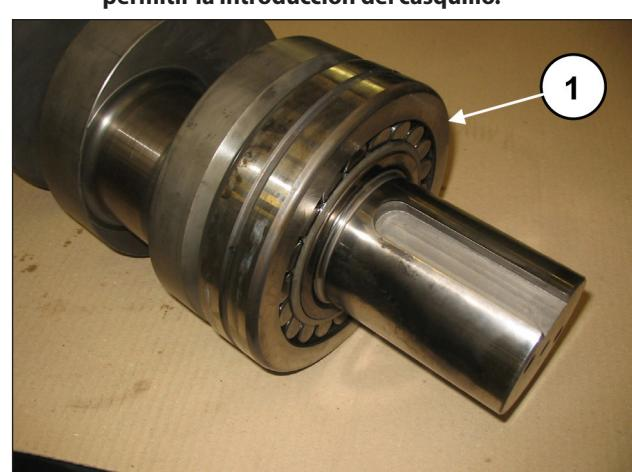
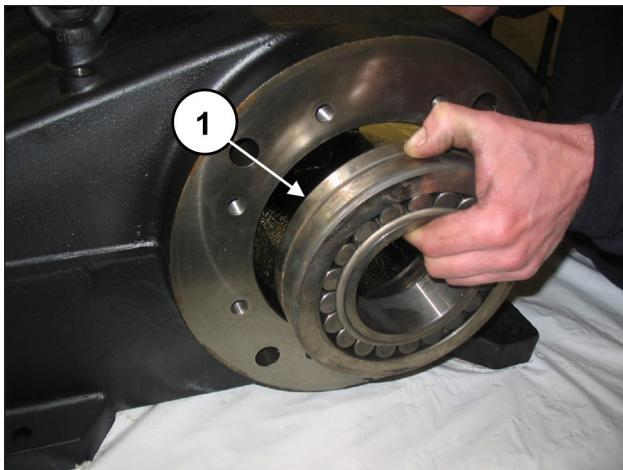

Fig. 42
Fig. 43
Premontar el cojinete lado PTO en el eje hasta el tope (pos. ①, Fig. 42) y montar el cojinete del lado opuesto en el cárter (pos. ①, Fig. 43).
El cojinete de la Fig. 43 posee una anilla interna cónica. Comprobar que tanto la parte interna como la externa de la anilla sean cónicas, para permitir la introducción del casquillo.